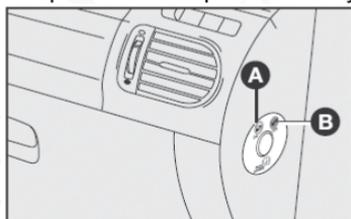

fig. 149
- Seleccione la opción de activación (ON)/desactivación (OFF) de la bolsa de aire del pasajero a través de los botones ▲ y ▼.
**Para versiones con activación/desactivación de bolsa de aire frontal del lado del pasajero a través del interruptor ubicado en el lado derecho del tablero de instrumentos - fig. 149 y 150**
El interruptor tiene dos posiciones A y B-fig. 149.
A - Bolsa de aire frontal del lado del pasajero activada (posición ON A-fig. 149) con testigo en el módulo de instrumentos apagado.
B - Bolsa de aire frontal del lado del pasajero desactivada (posición OFF B-fig. 149) con testigo en el módulo de instrumentos encendido.